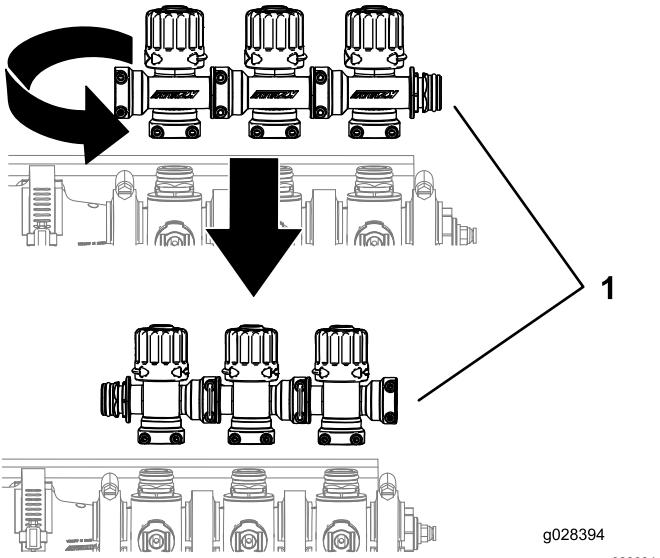

図 11
5. 図 11に示すように、ブームバイパスバルブクラスターを180度 回転させる。